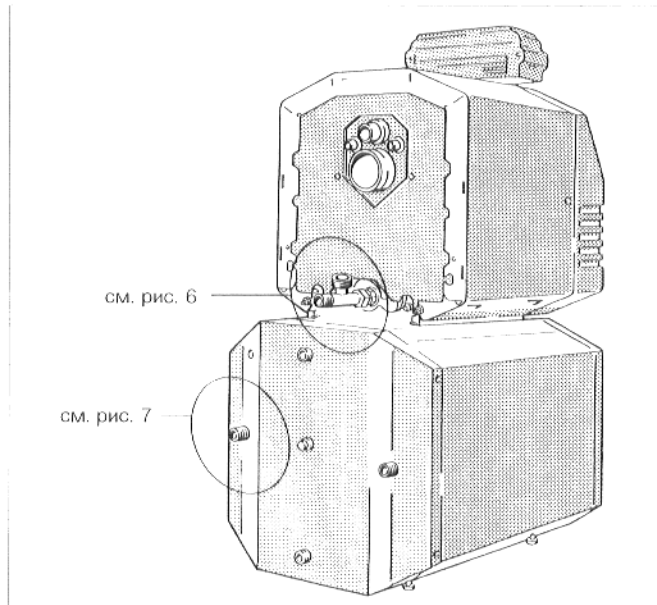
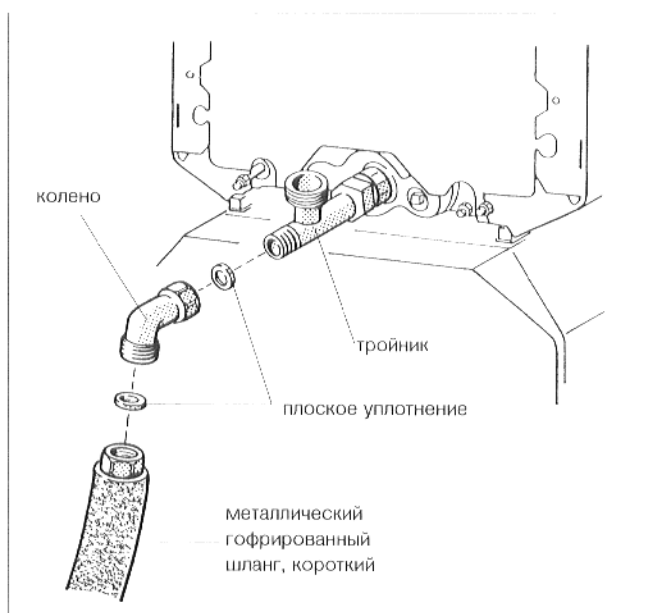
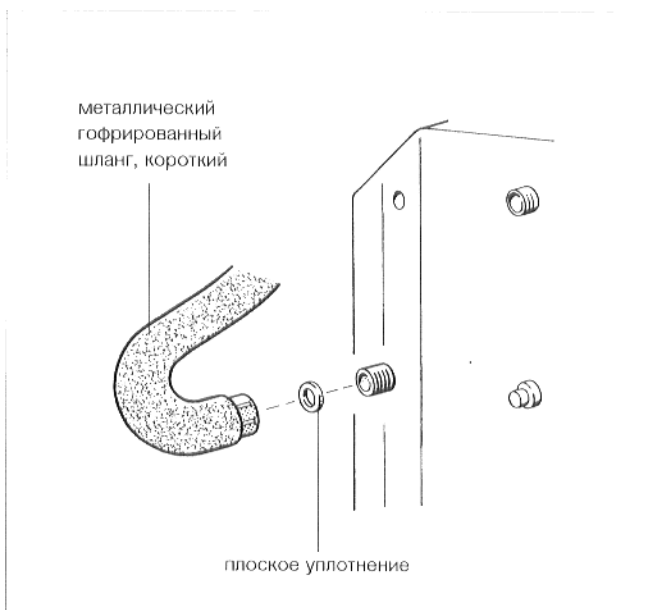

Рис. 5
Рис. 6
Рис. 7
- Вложить уплотнение в накидную гайку колена, и слегка привинтить колено к заднему выпускному отверстию тройника (рис. 5 и рис. 6).
- Вложить плоское уплотнение в накидную гайку металлического гофрированного шланга для возвратной линии (короткий), и привинтить металлический гофрированный шланг к колену (рис. 5 и рис. 6).
- Проложить металлический гофрированный шланг в направлении подключения возвратной линии бойлера-нагревателя хозяйственной воды, изменяя при этом соответственно форму шланга (рис. 5).
- Вложить плоское уплотнение во вторую накидную гайку металлического гофрированного шланга и привинтить металлический гофрированный шланг к месту подключения возвратной линии бойлера-нагревателя хозяйственной воды (рис. 7 и рис. 5).
- Затянуть колено у тройника в возвратной линии котла (рис. 5 и рис. 6).